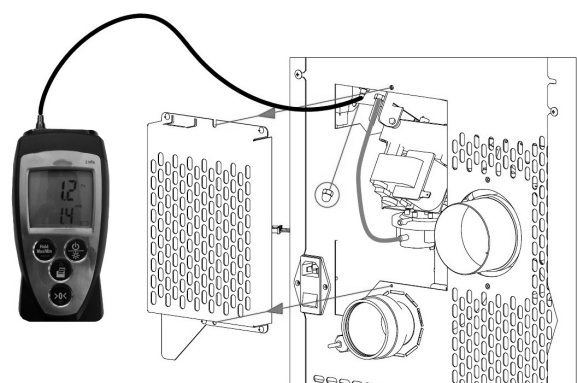

Fig. 77 - Tilslutning af digital trykmåler
- Tilslut med en slange en digital trykmåler for at aflæse lufttrykket (se **Fig. 77**).